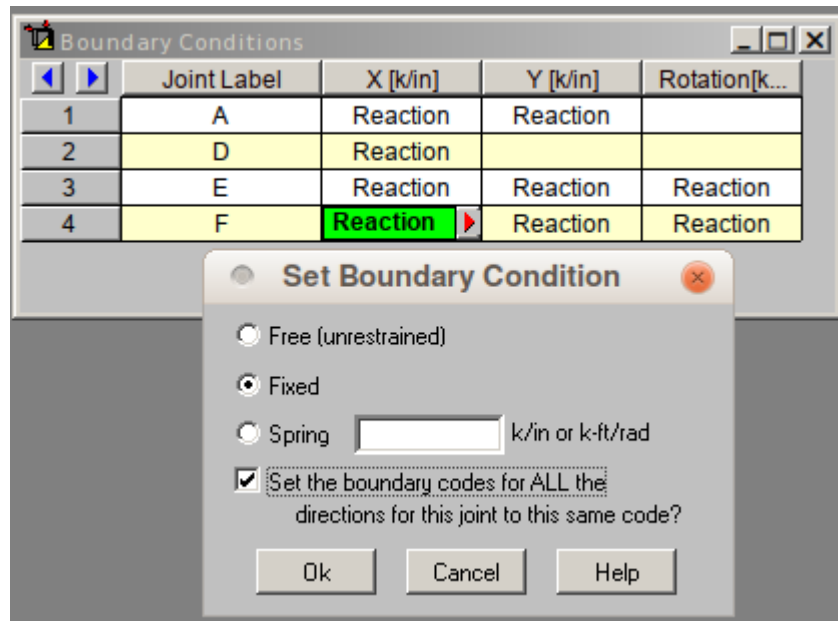

Figura 19
3. Siga el Paso 8 para proveer información para las **Condiciones de Frontera**. Como los nodos E y F son de extremo-fijo, establezca los códigos de frontera para todas las direcciones (X, Y y rotación) como **Fijos** (vea la Figura 19).